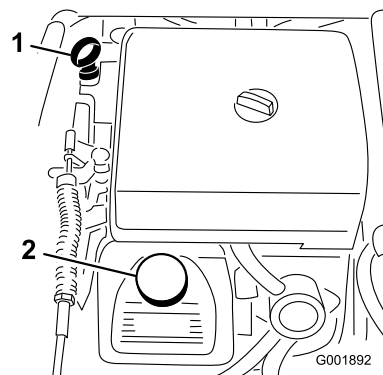

Figura 46
- Togliete l'asta di livello ed asciugatela con un panno pulito (Figura 46). Inserite l'asta nel tubo e verificate che sia inserita a fondo. Rimuovete l'asta e controllate il livello dell'olio.
- Se il livello dell'olio è basso, togliete il tappo di rifornimento dal coperchio della valvola (Figura 46)
8. Versate lentamente circa l'80% della quantità indicata d'olio nel bocchettone di rifornimento (Figura 46).